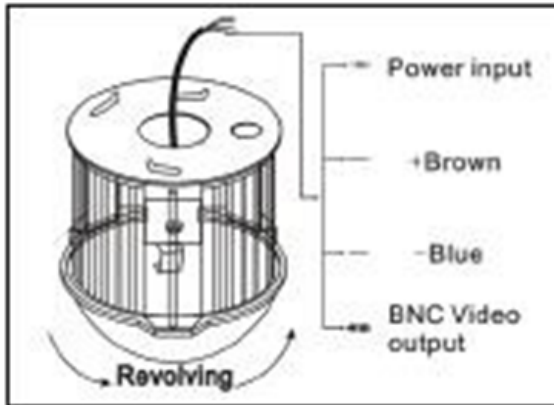

Figura 4
1. Conecte os cabos de vídeo, alimentação e controle através do orifício na montagem do teto e conecte-as com os locais correspondentes na câmera. (O tipo de cabo é mostrado como figura 4)